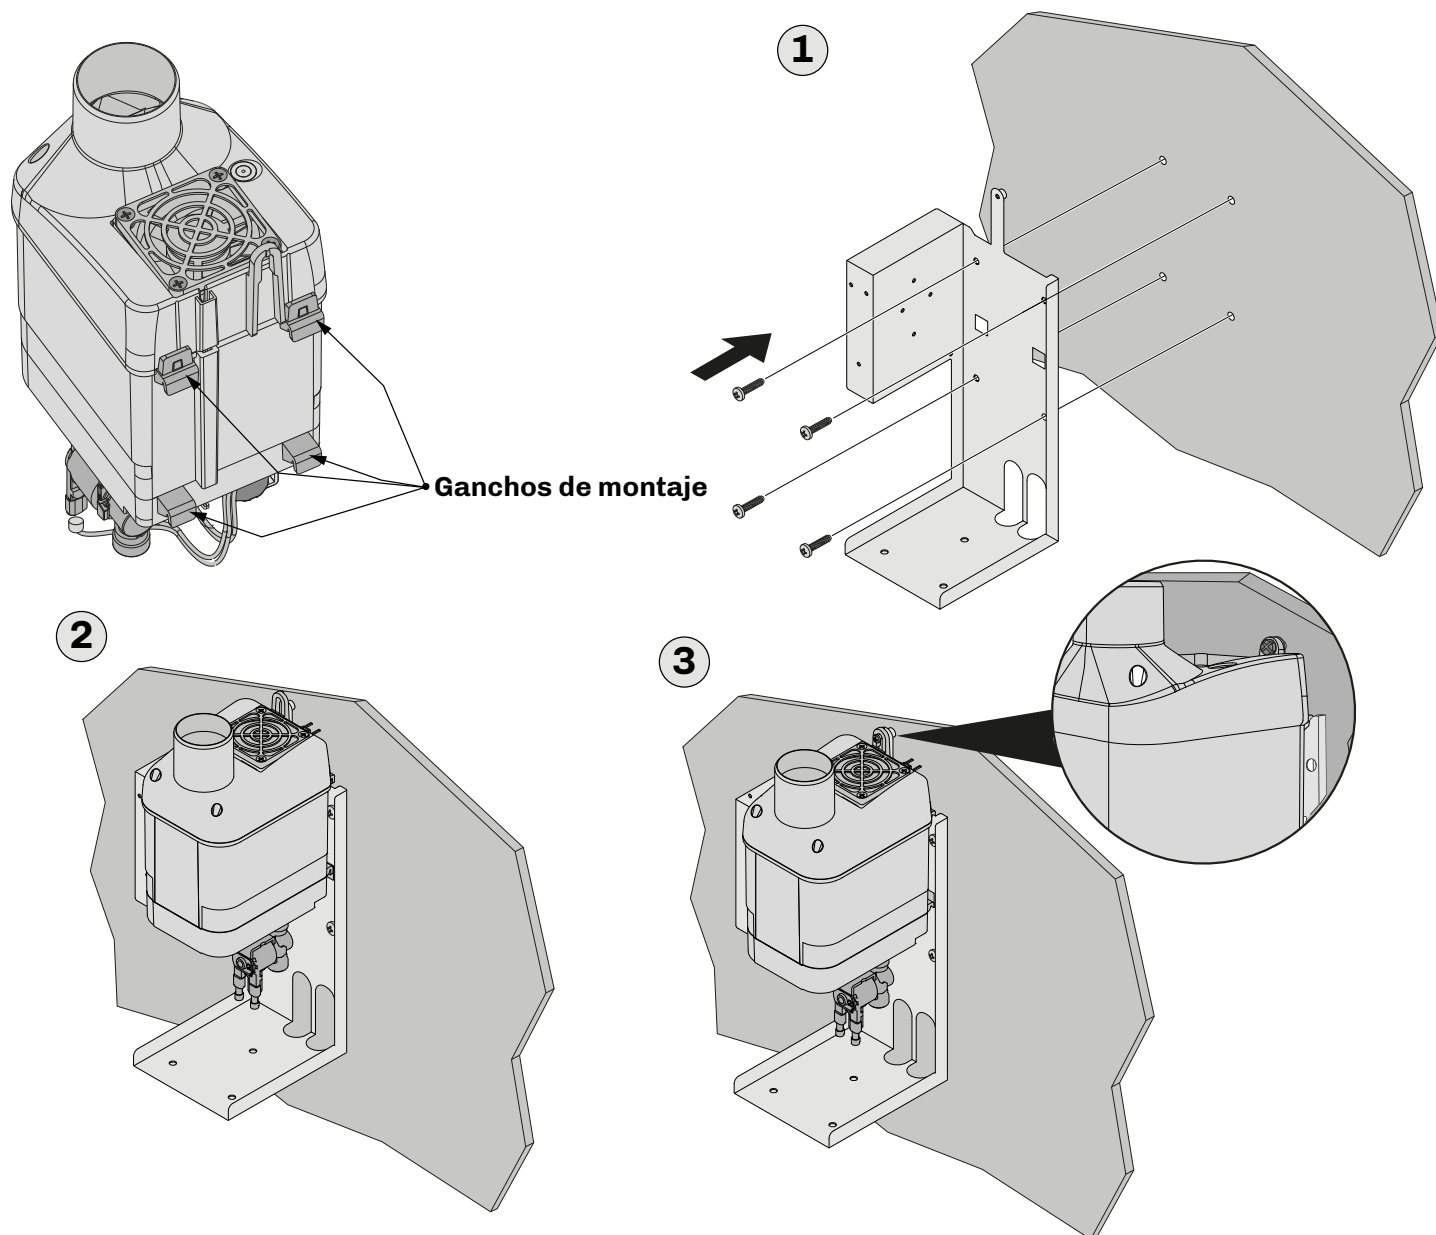

Fig. 9. Instrucciones de montaje de la caja en la pared
- Fijar la caja en la pared siguiendo las instrucciones de la imagen "**FIG. 9. INSTRUCCIONES DE MONTAJE DE LA CAJA EN LA PARED**" A PAGINA 21 y las medidas de los orificios y de la caja indicadas en el punto "**4.3.2 DIMENSIONES MISTRAL CON CAJA**" A PAGINA 15 (1);
- Enganchar el humidificador **Mistral** en la caja asegurándose de que quede bien fijado (2);
- Fijar el humidificador a la pared utilizando un tornillo M4 de cabeza plana, adecuado para la pared de fijación (3).